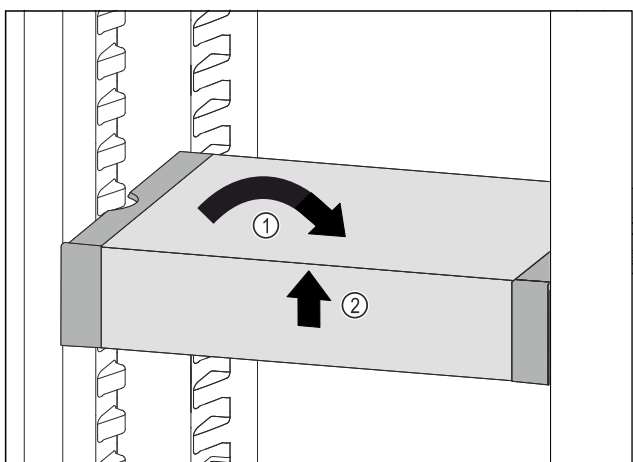

Fig. 46
- ▶ Изправете VarioSafe. Fig. 46 (1)
- ▶ Повдигнете VarioSafe отпред. Fig. 46 (2)